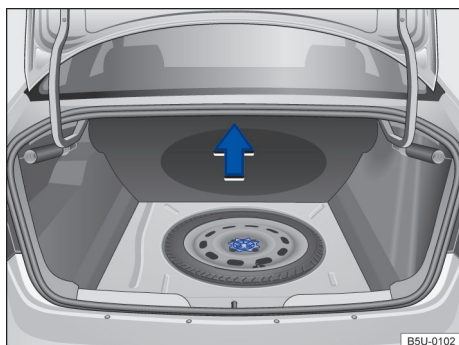

Fig. 105 No compartimento de bagagem, sob o revestimento de assoalho: roda de emergência e ferramentas de bordo.
As ferramentas de bordo e a roda de emergência estão localizadas no compartimento de bagagem, sob o revestimento do assoalho → Fig. 105.
- Levantar o revestimento do compartimento de bagagem → Fig. 105.